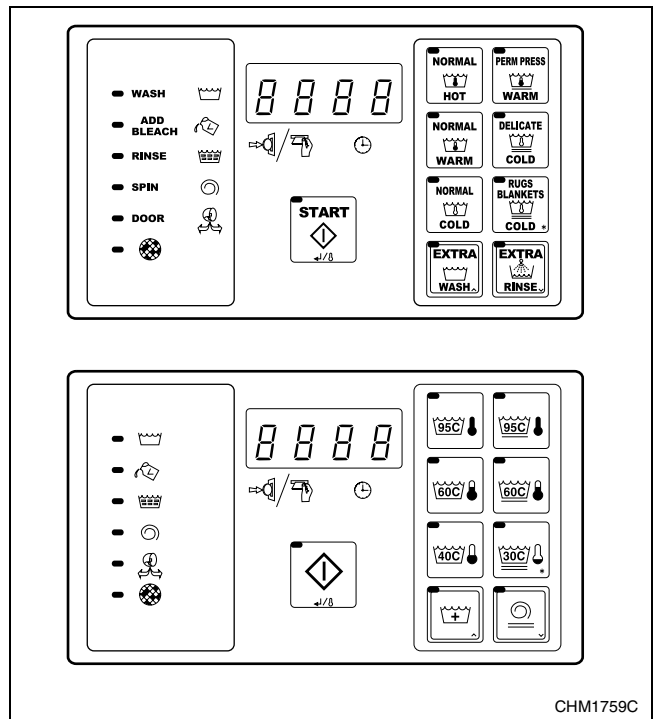

Figure 39
5. Le cycle de lavage par défaut s'affiche. Se reporter à la Figure 39.